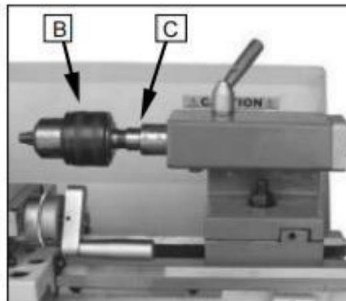

Fig. 28
Utilizzare il mandrino del trapano per tenere le punte di centraggio e le punte elicoidali nel contropunta (B) (Fig.28)
Per montare il mandrino del trapano nella contropunta è necessario un albero. Ha un cono Morse n. 1. (C) Fig.28